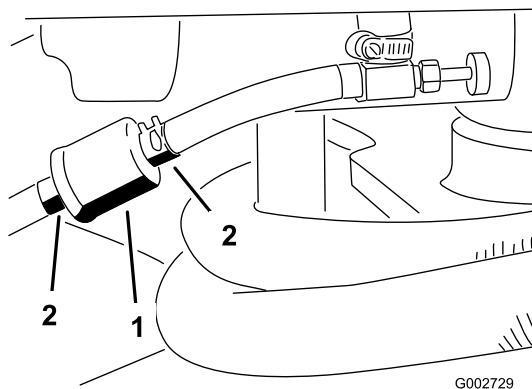

Figure 30
1. Fermez le robinet de carburant, desserrez le collier de flexible côté carburateur et débranchez la conduite d'alimentation du filtre (Figure 30).